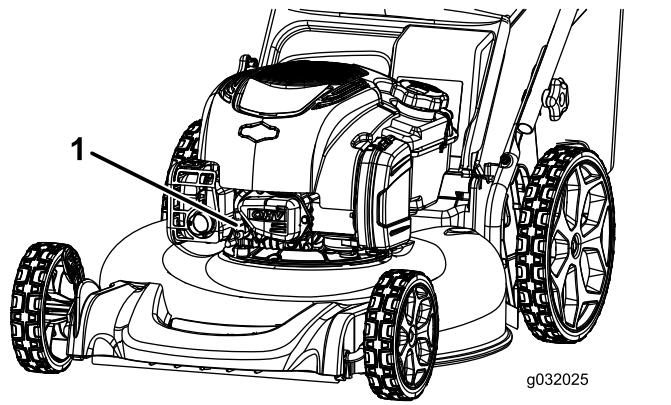

Figura 18
- Desconecte el cable de la bujía (Figura 18).